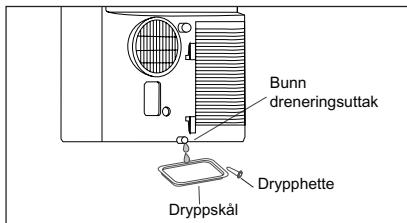

Figur. 20
- Skru av dreneringshetten på kontinuerlig dreneringsavløp (figur 20).